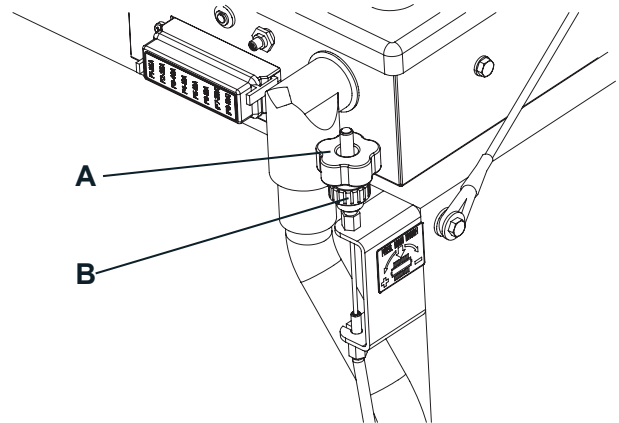

Figure 3
2. Activer le frein de stationnement au moyen de la pédale (3) et du levier (4).
3. Tourner la clé de contact (72) sur "0".
4. Ouvrir le coffre (7).
5. Desserrer le pommeau (A, Fig. 3) sur le côté gauche de la machine.
6. Tourner le pommeau (B, Fig. 3), en considérant que :